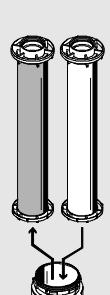

Fig. 7/图 7
5. Entnehmen Sie die Filterpatrone mit zugesetzten Poren aus der Filterschale (→ Bild 7).
- Remove the filter cartridge with dirty pores from the filter bowl (→ fig. 7).